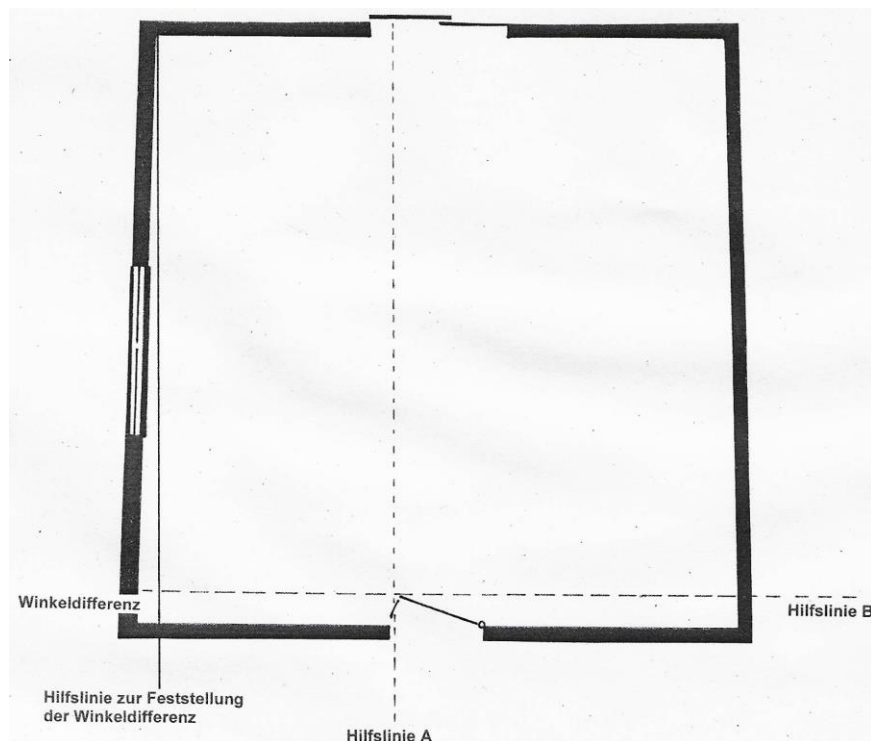

Abb. 03: Verlegeplanung
Durch diese Hilfslinie wird der Unterschied bei einer bestehenden Winkeldifferenz sichtbar dargestellt. Im Abstand mehrfacher Fliesenmaße verschieben Sie nun diese Hilfslinie parallel dazu als Hilfslinie A entsprechend in den Raum hinein (Abb. 03 + 04).
- Zur Arbeitserleichterung stellen Sie eine weitere Hilfslinie her, die Hilfslinie B, die den rechten Winkel zur Hilfslinie A markiert. Sie gibt an, an welcher Stelle die erste Fliesenreihe endet, um von dort aus weiter den Raum zu belegen (Abb. 03).